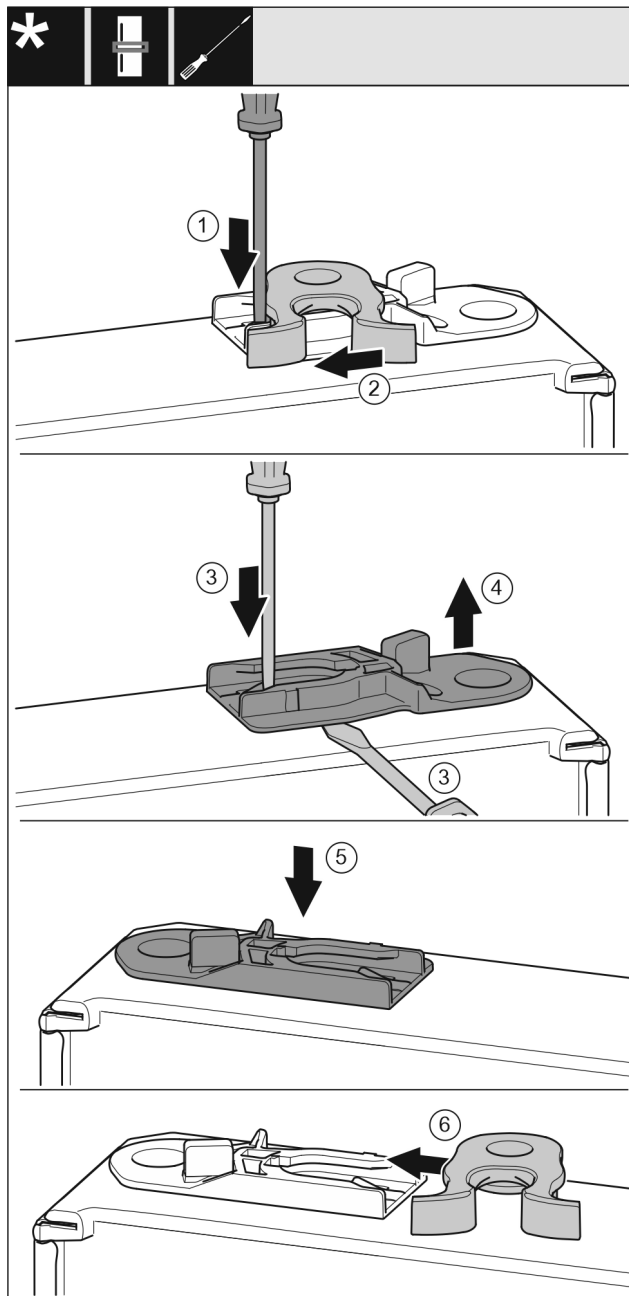

Fig. 18
- Presione la lengüeta hacia abajo con el destornillador para tornillos de cabeza ranurada. Fig. 18 (1)
- Extraiga el gancho de cierre de la guía. Fig. 18 (2)
- Extraer el casquillo de guía: presione la lengüeta con el destornillador para tornillos de cabeza ranurada y, al mismo tiempo, desplácela con el destornillador por debajo del casquillo de guía. Fig. 18 (3, 4)
- Introduzca el casquillo de guía incluido en el suministro en el otro lado de la carcasa. Fig. 18 (5)
- Introduzca el gancho de cierre en la guía. Fig. 18 (6)